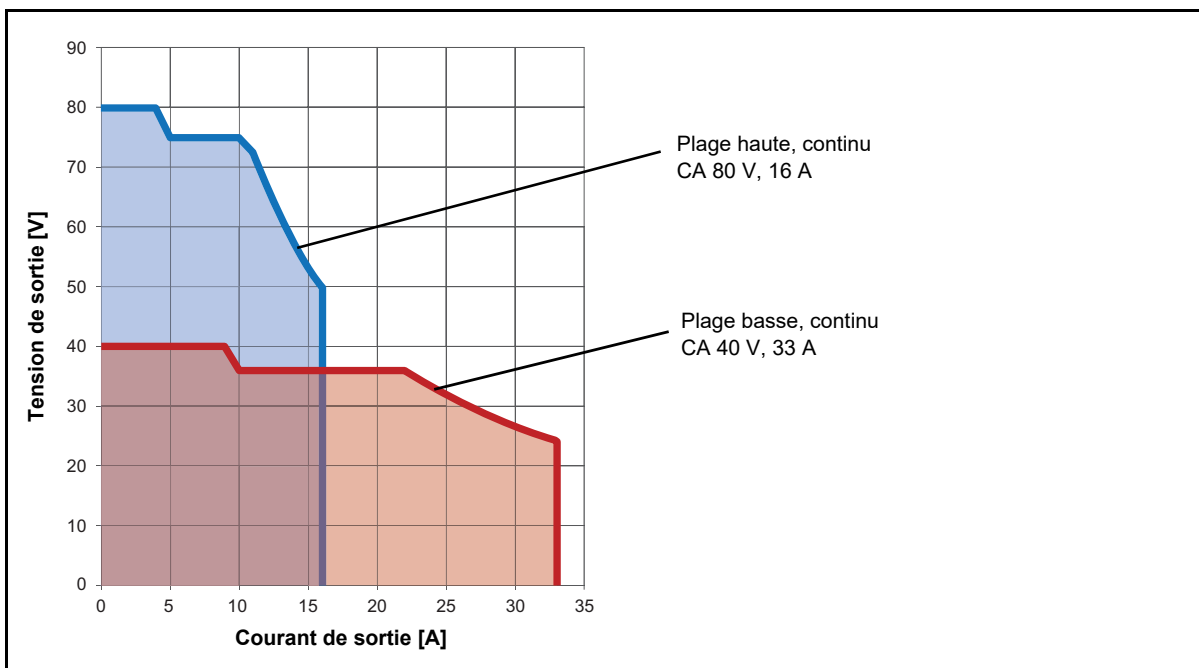

Figure 15-4: Plage de fonctionnement admissible 3 x CA 80 V 16 A
4. Voir la Figure 15-4: «Plage de fonctionnement admissible 3 x CA 80 V 16 A» page 223.
3. Voir la Figure 15-4: «Plage de fonctionnement admissible 3 x CA 80 V 16 A» page 223.